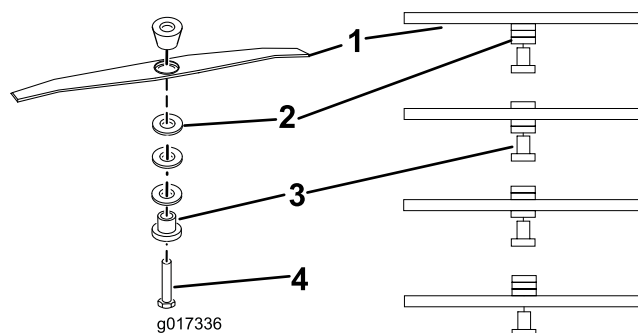

图12
6. 将隔片重新放到合适的高度，然后重新安装刀片（图12）。